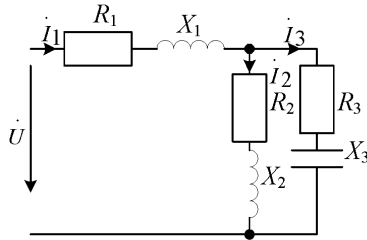

Рис. 3.17
5. Определить значения комплексных токов в цепи (рис. 3.17) и построить векторную диаграмму токов и напряжений, если $U = 100$ В; $R_1 = 6$ Ом; $X_1 = 8$ Ом; $R_2 = 3$ Ом; $X_2 = 7$ Ом; $R_3 = 2$ Ом; $X_3 = 2$ Ом.